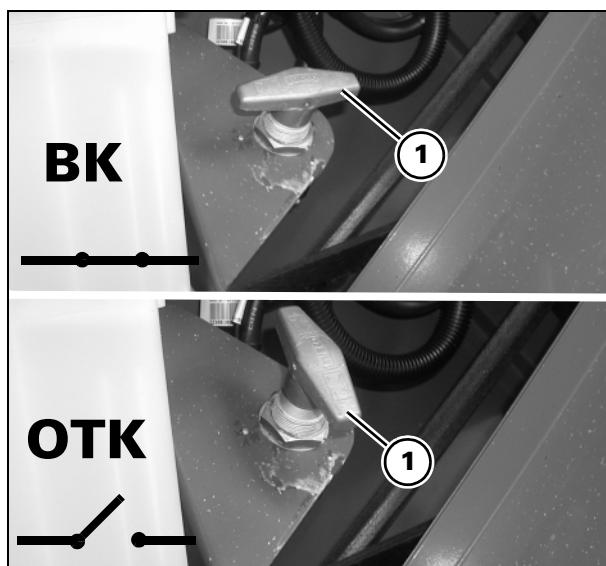
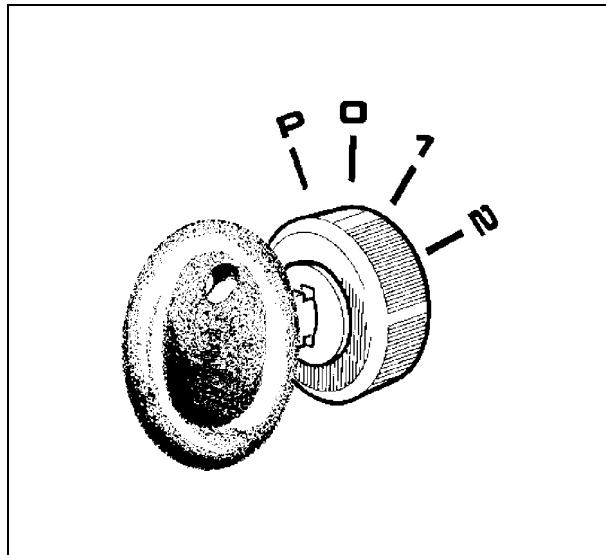

Рис. 86
Рис. 87
Рис. 86 и Рис. 87
- 1.) Выключить переключатели разгрузки питателя (1), молотилки (2) и зернового бункера (3).
- 2.) Снизить до минимума частоту вращения двигателя с помощью акселератора (4); дать двигателю поработать на холостом ходу около минуты.
- 3.) Остановить двигатель, для чего повернуть ключ зажигания (5) в положение "**0**".
- 5.) Отпустить ключ зажигания (5).
- 6.) Установить выключатель аккумуляторной батареи в вертикальное положение (положение **ВЫКЛ.** - Рис. 86).